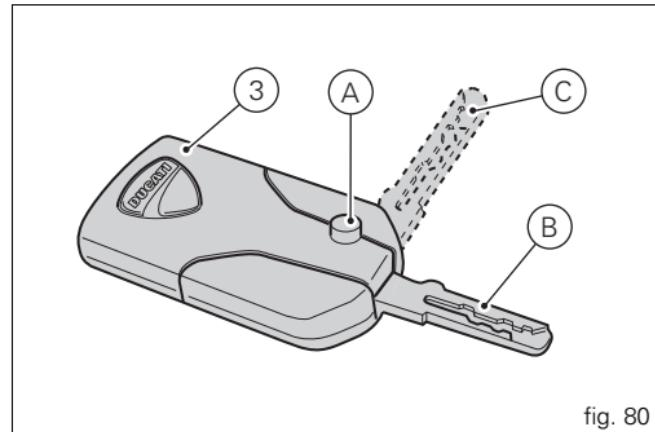

fig. 80
La parte metálica de la llave (3) se encuentra escondida dentro a la misma, presionando el pulsador (A, fig. 80) se abre completamente la parte metálica posición (B, fig. 80). Presionando el pulsador (A, fig. 80) es posible colocar la parte metálica en la posición intermedia (C, fig. 63); una vez que se ha alcanzado esta posición soltar el pulsador para bloquearla.
Con el vehículo en "key-on" y "motor apagado", después de treinta segundos consecutivos sin la presencia de la llave activa (3, fig. 80) la motocicleta se apaga automáticamente sin que el usuario ejecute ninguna acción.